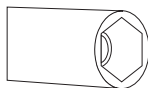

Figura 10
1. Utilice una herramienta con un cabezal especial para quitar e instalar la boquilla como se ve en (Figura-10)